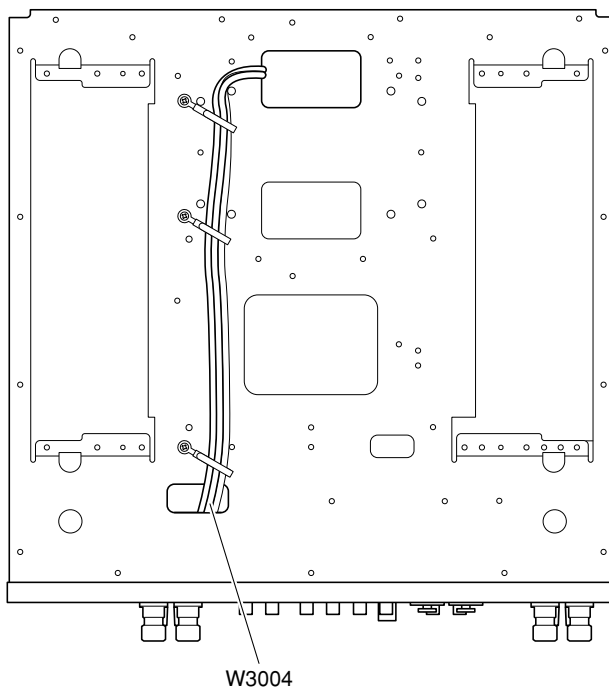

Fig. 11
- Remove the cable (W3004) from the bottom. (Fig. 11)
- 底面のケーブル(W3004)を外します。(Fig. 11)